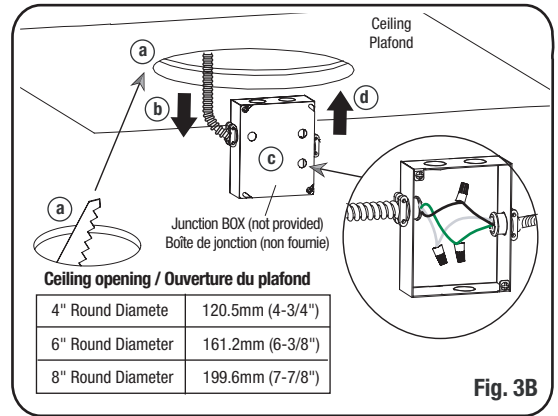

Fig. 3B
4. Cut the appropriate opening into the ceiling in order to accommodate the luminaire inside (See Fig. 3B cutout table).
5. Bring out through the ceiling opening the BX cable power supply and made the appropriate electrical connections with the luminaire inside a junction box (not supplied) as shown in Fig. 3B:
4. Couper l'ouverture appropriée dans le plafond pour accommoder le luminaire à DEL à l'intérieur (voir sur la Fig. 3B le tableau des dimensions de coupage).
5. Faire sortir par l'ouverture du plafond le câble d'alimentation en gaine métallique et effectuer les connexions électriques appropriées avec le luminaire à l'intérieure d'une boîte de jonction (non fournie), comme montré sur la Fig. 3B: